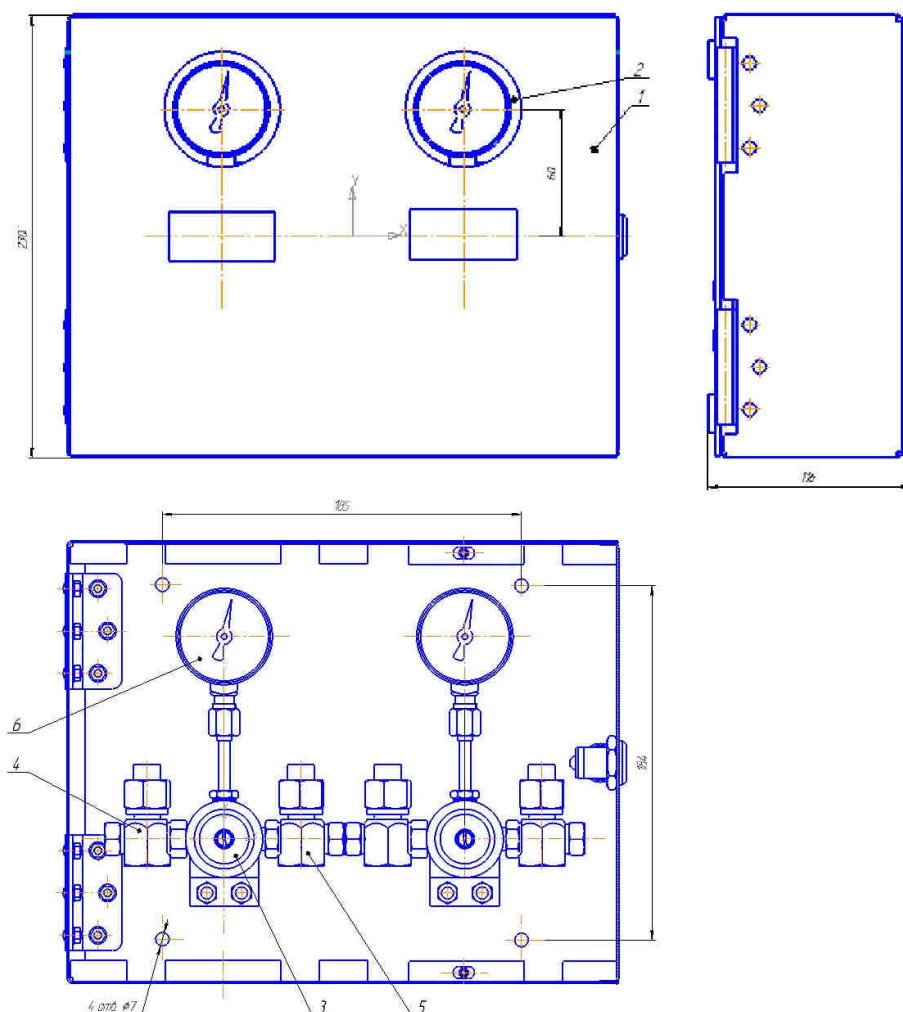

Рис.1 Коробка поэтажная отключающая УГВ4/2 (2 сетевых редуктора)
4.1 Внешний вид поэтажной отключающей коробки показан на рис.1